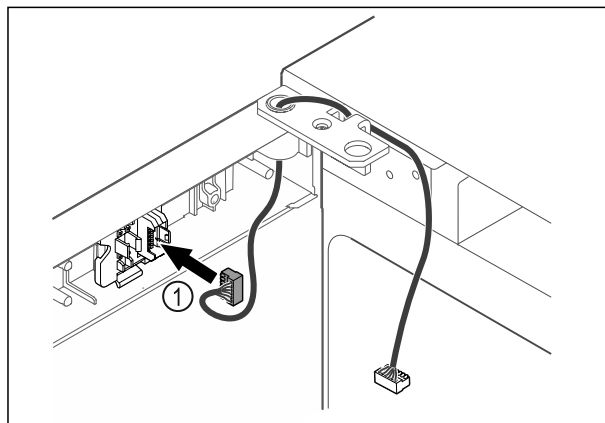

Fig. 42
- Futni spinën Fig. 42 (1) në mbajtësen e spinës.